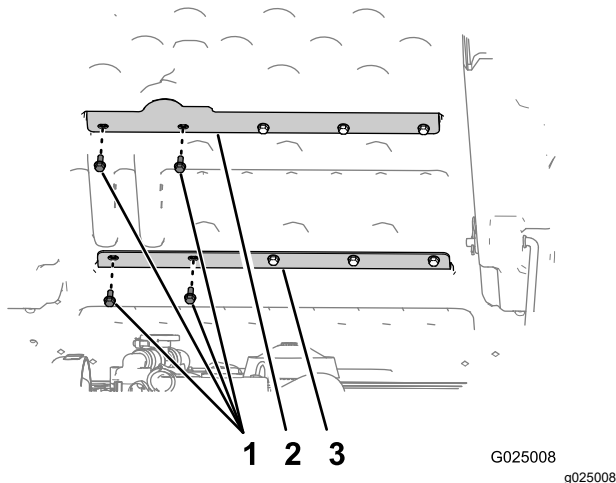

Figure 4
1. Retirez les 2 boulons à l'extrême gauche (5/16" x 3/4") qui fixent le renfort de plateau supérieur au plateau (Figure 4).
2. Retirez les 2 boulons à l'extrême gauche (5/16" x 3/4") qui fixent le renfort de plateau inférieur au plateau (Figure 4).